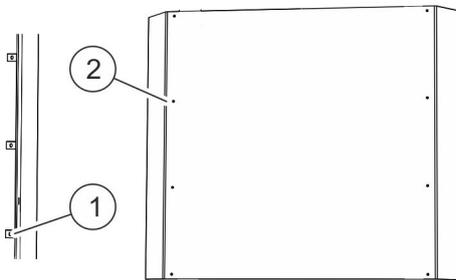

Abb. 35: Befestigungslaschen und Schutzabdeckung
- 3.** ➤ Schutzabdeckung mit jeweils vier Flachkopfschrauben an den Befestigungslaschen (Abb. 35/1) der rechten und linken Gleitschiene anschrauben.